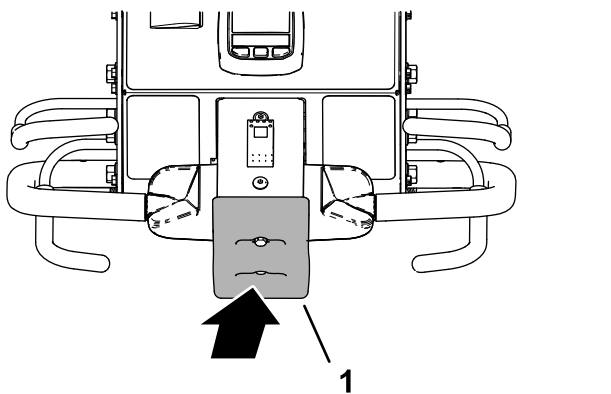

Figura 36
2. Mientras sostiene la barra de presencia del operador y el control de tracción, active el interruptor de parada de emergencia (Figura 36).